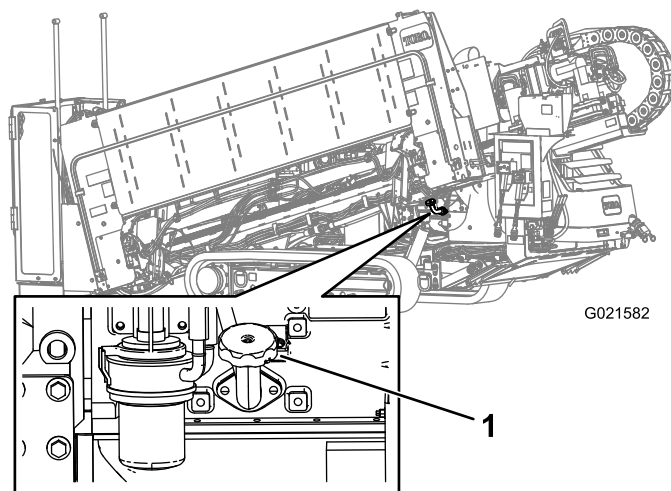

Figura 123
- A. Retire el tapón de llenado (Figura 123) y añada aceite hasta que el nivel llegue a la marca Alto. **No llene demasiado.**